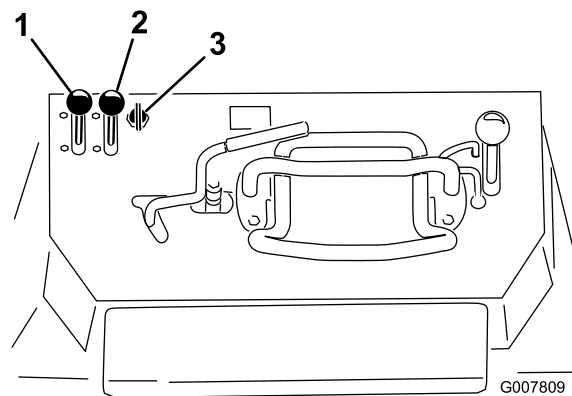

Рисунок 19
2. Переведите рычаг воздушной заслонки (подсос) в положение On («Вкл.») (Рисунок 19).
- На моделях с электрическим запуском поверните ключ в положение On («Вкл.») (Рисунок 19). Когда двигатель запущен, отпустите ключ.
4. Переместите рычаг воздушной заслонки в положение Off («Закрыто») (Рисунок 19). Если двигатель глохнет или работает с перебоями, снова откройте воздушную заслонку для прогрева двигателя.
5. Установите рычаг дроссельной заслонки в нужное положение (Рисунок 19).
1. Установите рычаг дроссельной заслонки посередине между положениями Slow («Медленно») и Fast («Быстро») (Рисунок 19).
1. Переведите рычаг дроссельной заслонки в положение Slow («Медленно») (Рисунок 19).
3. Поверните ключ в замке зажигания в положение Off («Выкл.») (Рисунок 19).